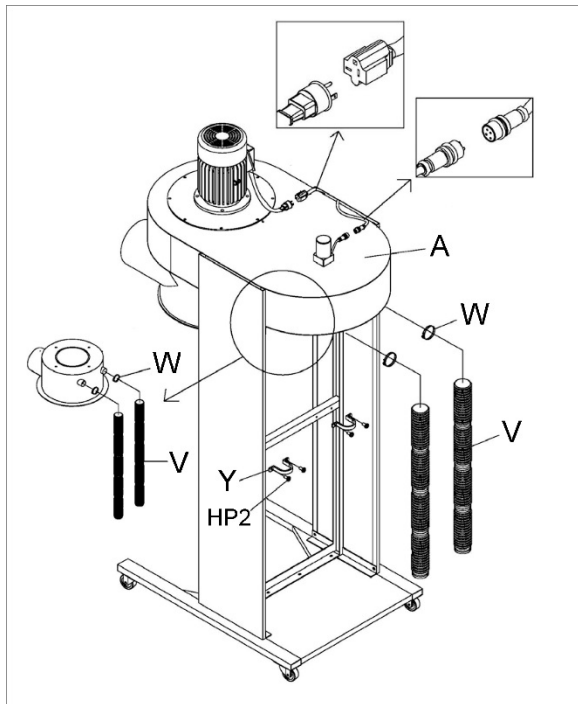

Figura 11
18. Monte las mangueras (V, Figura 11) en los dos orificios de la caja (A) y fije con abrazaderas de manguera (W).
19. Coloque las mangueras (V) en soportes colgantes (Y) y fije los soportes colgantes al bastidor con tornillos de cabeza redondeada (HP2).
20. Conecte el cordón del motor principal y el cordón del motor reductor, según se muestra en los recuadros de la Figura 11.